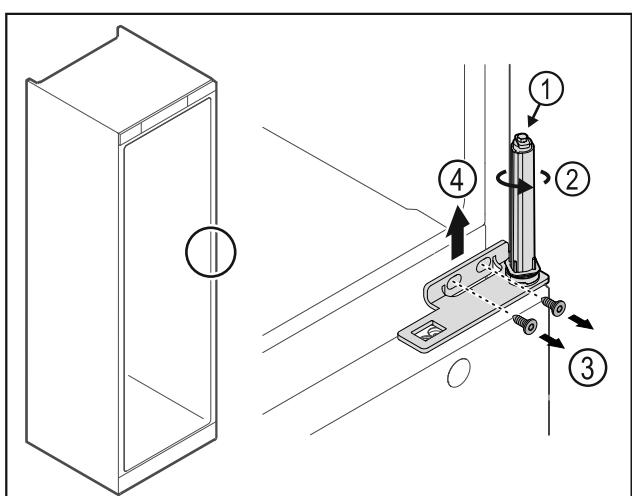

Fig. 27
- Не разглобявайте затварящата система на вратата Fig. 27 (1).
- Върнете затварящата система Fig. 27 (2), докато тя щракне.
- Разхлабете винтовете Fig. 27 (3), свалете ъгъла на пантата нагоре Fig. 27 (4).